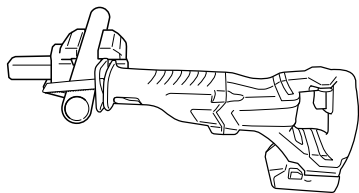

Fig. 27
- (1) Fixer solidement la pièce avant de procéder. (Fig. 27)